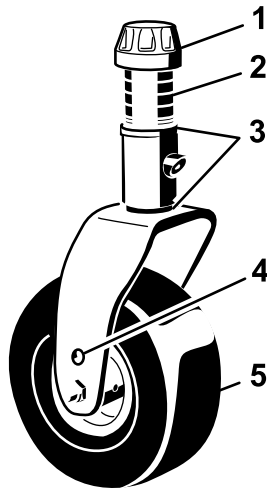
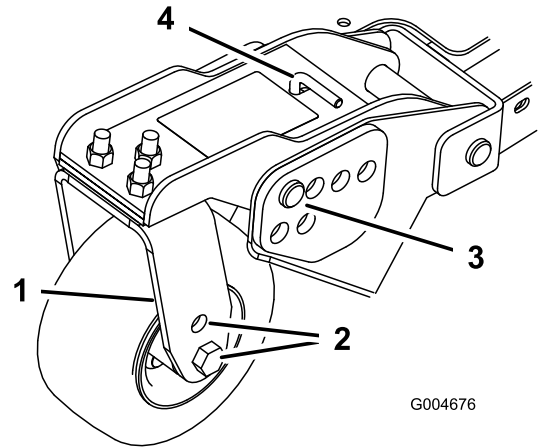
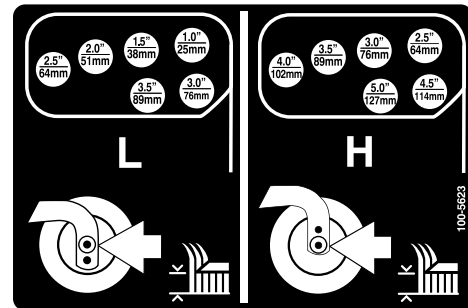

Figure 20
Figure 22
Figure 23
- Placez les essieux des roues pivotantes dans les mêmes trous sur toutes les fourches (Figure 20 et Figure 22). Pour choisir les trous corrects pour la hauteur de coupe requise, reportez-vous au tableau suivant.
- Enlevez le chapeau de tension de l'axe de pivot (Figure 20) et sortez l'axe du bras pivotant. Remplacez les 2 cales (3 mm [1/8 po]) sur l'axe de pivot comme
- Enlevez la goupille fendue et les axes de chape des bras pivotant (Figure 22).
- Tournez la tige de tension pour élever ou abaisser le bras de pivot jusqu'à ce que les trous soient en face de ceux du support de hauteur de coupe sélectionnés dans le bâti du tablier de coupe (Figure 22 et Figure 23).